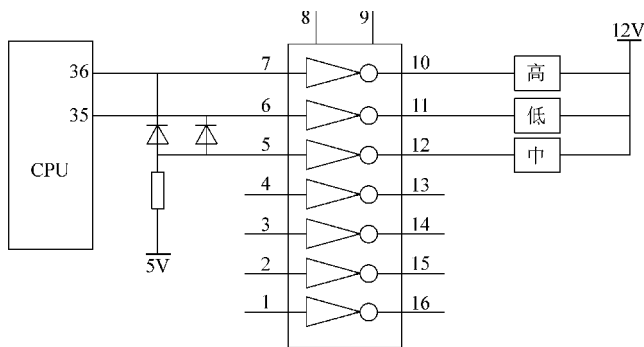

图 10-4 风速控制原理框图
(2) 三档风速及中央处理电路。用遥控器发高风指令, 从 CPU 的 36 脚输出电压为 5V, 经 MC1413 反相驱动从 10 脚输出电压为 0.7V, 从而使高风速继电器吸合 (这时 35 脚电压为 0V)。当用遥控器发低风指令时, 从 CPU 的 35 脚输出电压为 5V, 经 MC1413 反相驱动, 从 11 脚输出电压为 0.7V, 从而使低风速继电器吸合。用遥控器发中风指令, 这时 MC1413 的 5、6、7 脚电压都为 5V, 从 10、11、12 脚输出电压为 0.7V, 从而使高、中、低三个继电器都吸合。经电路处理后在三种状态下输出三档风速, 其原理框图如图 10-4 所示。